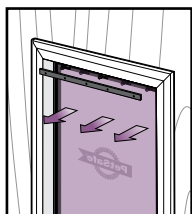

FIG. 14
2. Retire la varilla y el batiente de vinilo (**Fig. 14**).